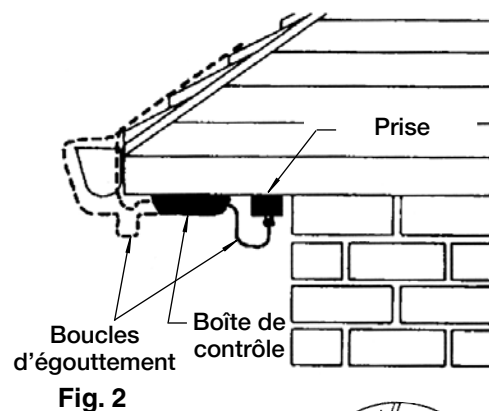

Fig. 2
1. Monter le RS2 sous la sous-face d'avant-toit ou un endroit équivalent protégé contre les intempéries, à l'aide des vis fournies. *Se référer à la Fig. 2.* Pour permettre le branchement du cordon qui se trouve sur le contrôle, s'assurer que l'emplacement du montage est assez proche de la prise alimentant l'unité en électricité. La connexion doit être située de façon à avoir la meilleure protection contre les intempéries et une boucle d'égouttement doit être utilisée comme il convient. Pour assurer une protection maximale, les boucles d'égouttement doivent être utilisées entre la boîte de contrôle et le fil détecteur et le raccord d'alimentation vers le filament de chauffage comme il convient. Au besoin, la prise peut être commandée par un interrupteur (muni d'une lampe-témoin) situé à l'intérieur de la maison. *Voir Fig. 2.*